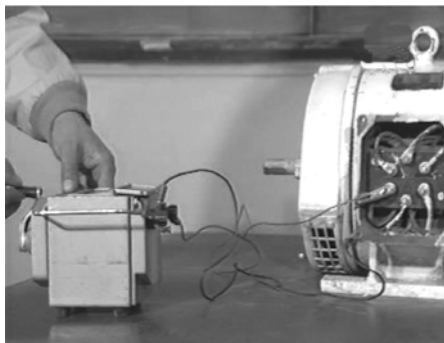

图 6-42 检查电动机绕组对机壳的绝缘电阻
每年检查	除上述内容外，还要检查轴承和更换润滑脂，如图 6-42 所示；必要时解体电动机进行抽芯检查；检查绝缘电阻，进行干燥处理；检查零部件生锈及腐蚀情况等
- (1) 清扫电动机内部的灰尘、电刷粉末等，清除污物及杂质。
- (2) 拆除与电动机连接的一切接线，检查电动机绕组对机壳的绝缘电阻，如图 6-42 所示，电阻不得低于  $0.5\text{M}\Omega$ ，若小于  $0.5\text{M}\Omega$ ，需要烘干后再使用。